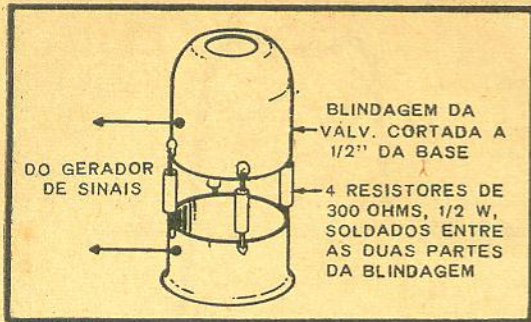

FIG. 4 — Esta blindagem de válvula modificada encaixa-se sobre a misturadora, sendo usada como um ponto de injeção do sinal de varredura.
5. Uma "blindagem difusa" do tipo ilustrado à Fig. 4, para aplicação do sinal de varredura à etapa misturadora de qualquer receptor. Este dispositivo injetor de sinal é capacitivo; é não somente de estrutura simples e fácil de confeccionar, como, também, comprovadamente satisfatório para trabalhar na maioria dos televisores. Seu emprêgo é mais vantajoso do que acoplar o sinal à blindagem convencional da válvula misturadora. Este último método ocasiona respostas enganadoras, pois o sinal de varredura não é distribuído por igual nos elementos da válvula misturadora, o que faz com que a resposta global evidencie uma conformação falsa ou uma posição incorreta da portadora de imagem.